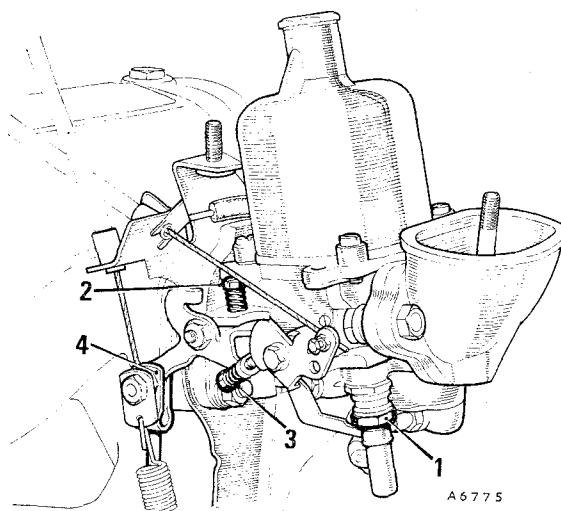

Fig.Da1 - Carburateur HS4
- 9) Une fois le carburateur au point, agir sur la vis de réglage du volet (2 fig.Da1) jusqu'à obtention d'un ralenti maxi de 650 tm.
- 10) Tirer la commande de départ à la position de ralenti accéléré maximum. Si nécessaire, agir sur la vis de ralenti accéléré (3 fig.Da1) pour obtenir un ralenti accéléré de 1050 tm. Repousser la commande de départ et vérifier de nouveau le ralenti.